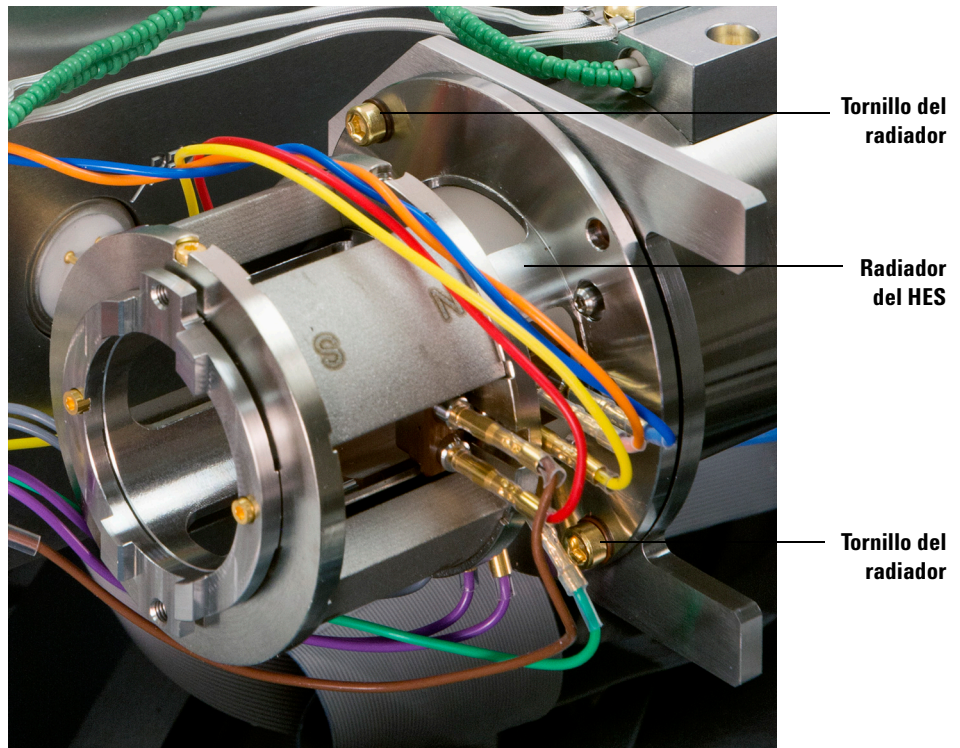

Figura 65 Sujeción del radiador de la fuente EI HES
- 1 Coloque el radiador en las clavijas guía del soporte del analizador y utilice un destornillador Torx T10 para fijarlo con los (2) tornillos chapados en oro M3 x 12 (ref. G7002-20110). (Consulte la Figura 65 en la página 213.)